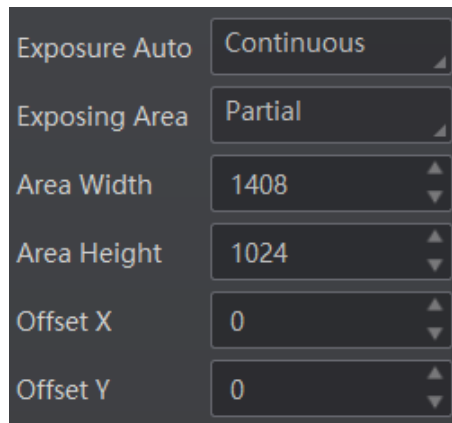

图4-9 一次自动/连续自动曝光
4. 选择局部曝光时，还需要设置具体的曝光范围，如图 4-9 所示。具体参数含义如下：